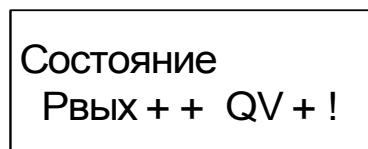

Рис.4. Слово состояния дискретных выходов по давлению и ПР1(2)
- 4.2. Неисправности и нештатные ситуации, диагностируемые ИВК, индицируются в окне **ИЗМ / Состояние** – в виде слова состояния (рис.4).